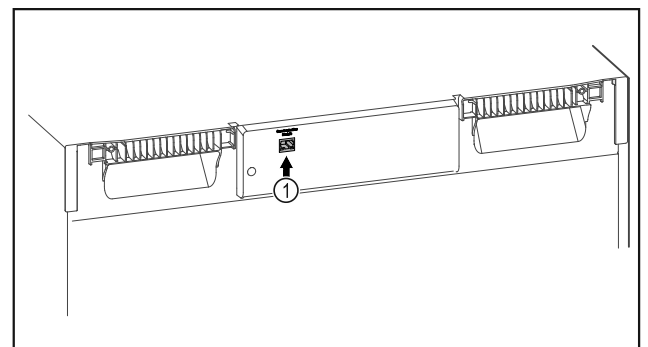

Fig. 83
- Използва се SmartModule Fig. 83 (1).